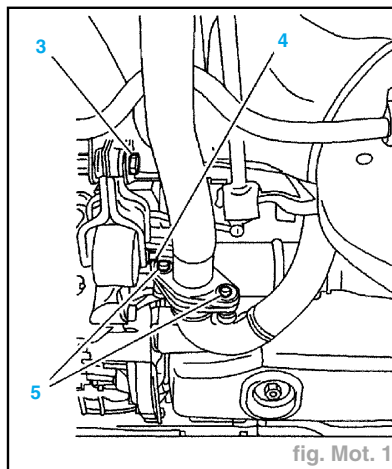

fig. Mot. 1
- Désaccoupler (fig. Mot. 1) :
- la biellette anti-couple (vis (3), (4)),
- le tuyau d'échappement du collecteur (vis (5)).